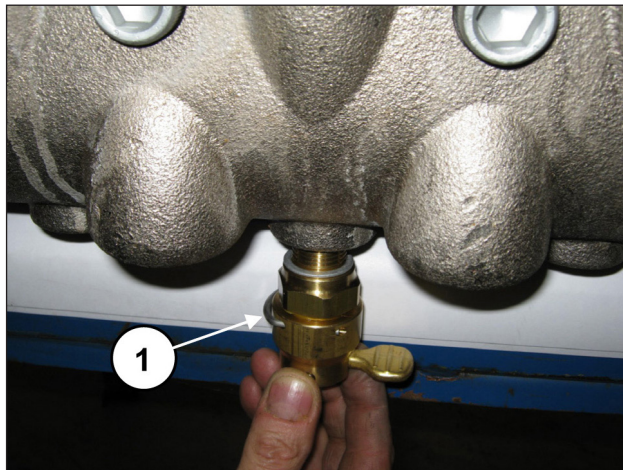
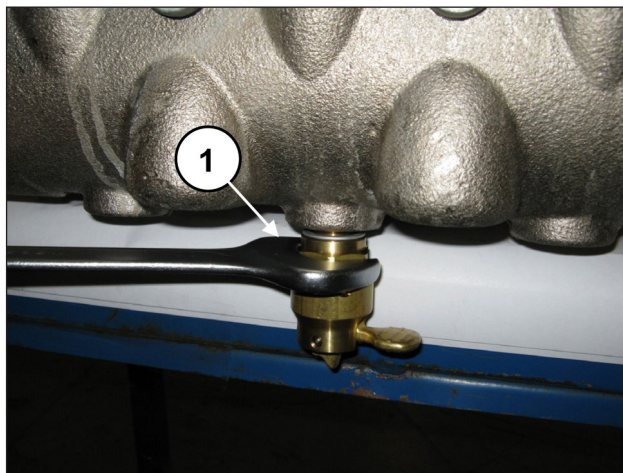

图 137
图 138
安装阀门打开装置(位置①, 图 137)并通过30毫米扳手(位置①, 图 138)拧紧。